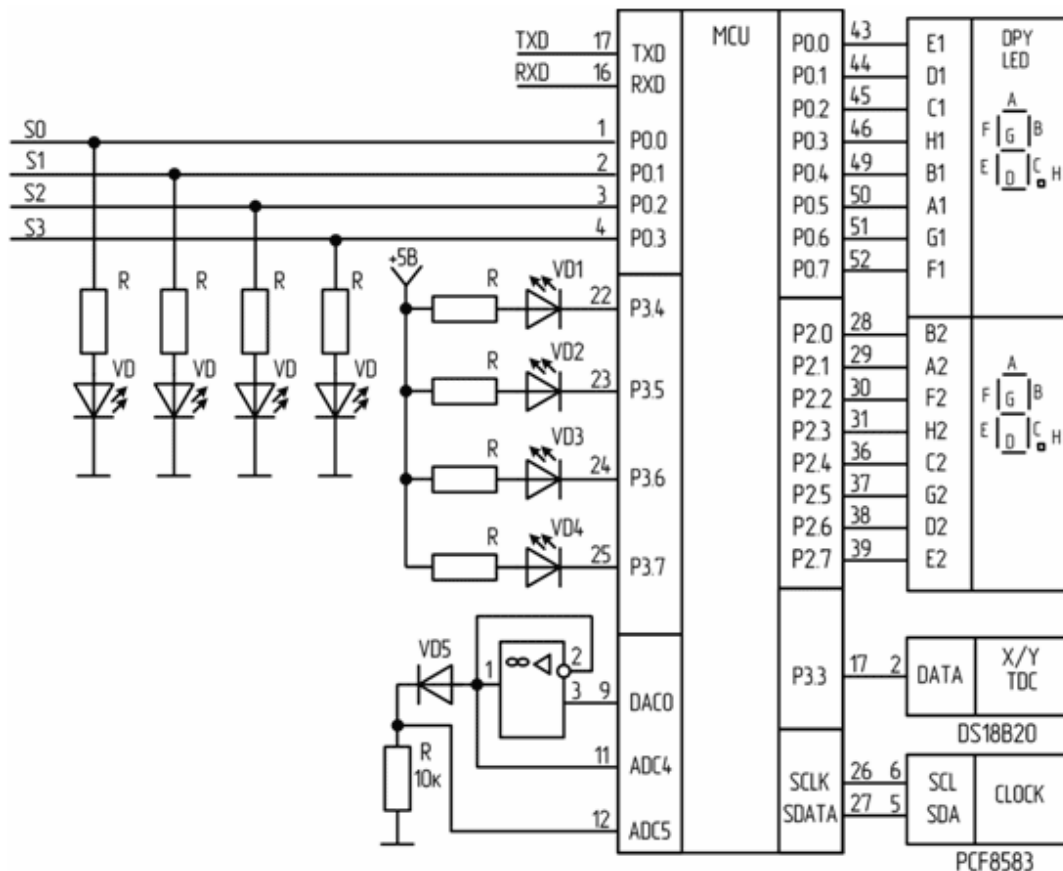

Рисунок 5. Схема підключення семисегментного індикатора
**Приклад** програми на асемблері, яка виводить число “6” на семисегментний індикатор, під'єднаний до порту P0 (рисунок 5) (логічна “1” на лінії — відповідний сегмент індикатора засвічується):